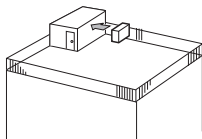

Fig. 2-3
- ① Fordítsa a levegőkiáramló nyílást a legközelebbi fal felé, attól mintegy 35 cm-re. (Fig. 2-3)